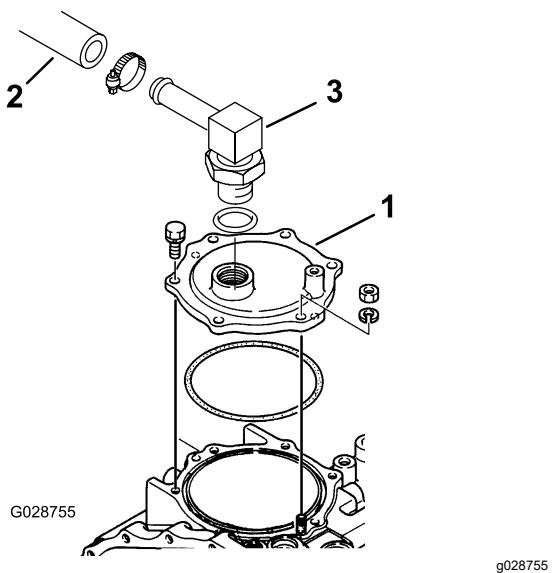

Figura 16
1. Desconecte la manguera hidráulica del acoplamiento de la placa de cubierta del transeje (Figura 16).